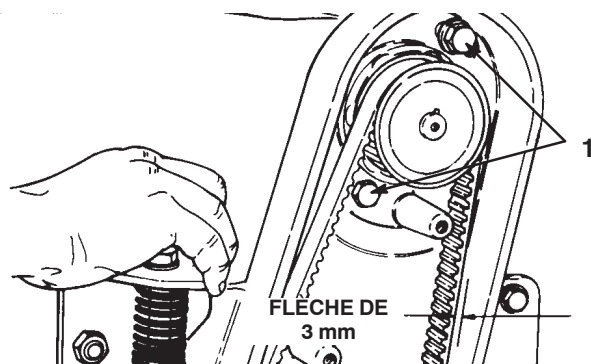

Figure 12
4. Insérez les deux boulons de fixation du moteur d'entraînement du cylindre (têtes à l'intérieur du carter d'entraînement et rondelle plate sur boulon supérieur) dans les trous de la bride du moteur de cylindre. Vissez les contre-écrous sur les boulons. Tournez le moteur de cylindre vers le haut dans le trou fendu du carter pour tendre la courroie d'entraînement et serrez les fixations (Fig. 12) à environ 34 Nm.
**Remarque :** La courroie est correctement tendue quand elle présente une flèche de 3 mm environ lorsqu'une force de 31 N est exercée en son centre (Fig. 12).